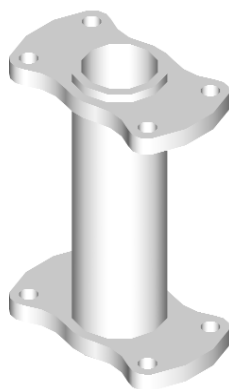

Рисунок 3 - Объемная модель детали
3. Построить трехмерную модель детали по двум предложенным видам (рис. 3).